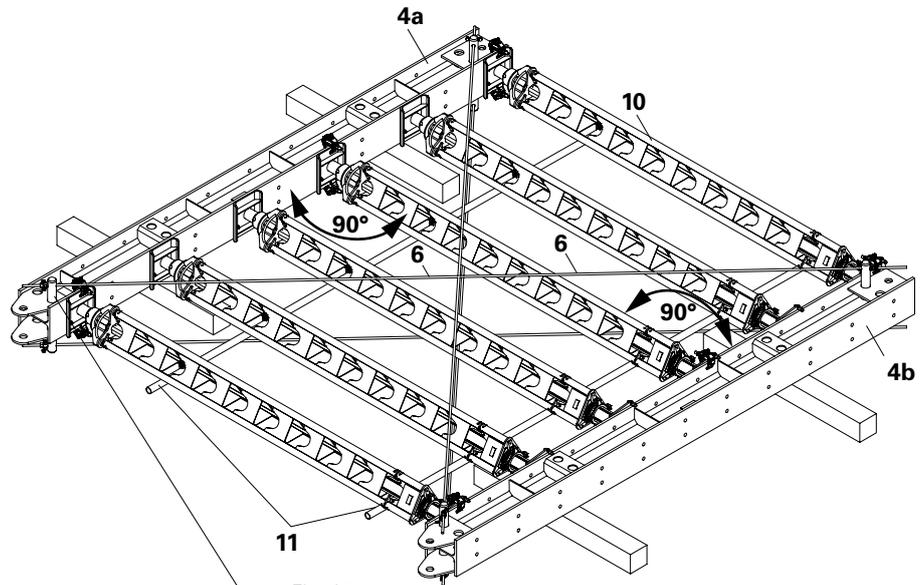

Fig. A2.09
Monter des tubes de contreventement horizontaux (11) avec deux colliers normaux par étau HD. Ceux-ci maintiennent les étais HD en cas de démontage ultérieur de la sablière HDT. (Fig. A2.09)